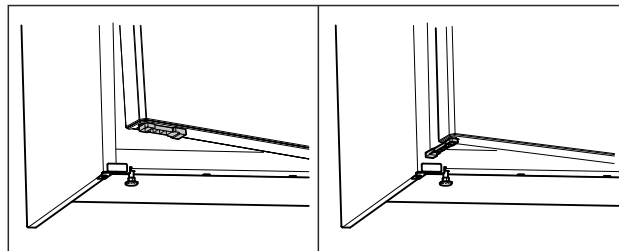

Fig. 63 *
- Ruotare il limitatore di apertura della porta di 90°. (vedere Fig. 63) *